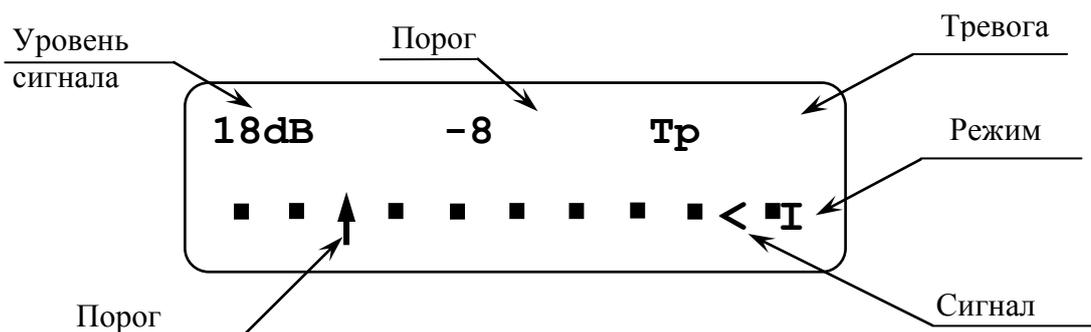

Рисунок 3
*Индикация соответствия напряжения питания* производится после перевода ПК в режим индикации одновременно с отображением надписи «ДП-200». Если напряжение питания 10,2 В и выше, после индикации в течение пяти секунд сообщения «U=НОРМА» ПК переходит в режим отображения остальных параметров (см. рисунок 3). Если напряжение питания ниже 10,2 В (пониженное) ПК вместо представленных на рисунке 3 параметров индицирует сообщение «U=НИЗКО» в виде мигающих символов.
*Индикация помехи* (значок – «!») на месте значка «Tr» см. рисунок 3).